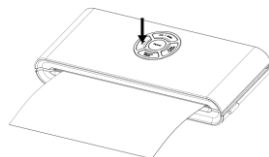

Рис. 4
5. Нажмите на кнопку SEAL (ЗАПАЙКА) для запуска процесса запайки. — *Рис. 4*